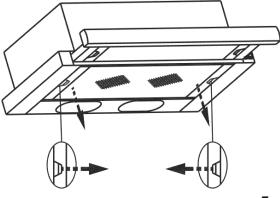

рис. 7
- снимите алюминиевый фильтр, для этого нажмите на пружинный замок на фильтре, потяните его вниз и на себя (рис. 7);
- 8.3 Для очистки алюминиевого фильтра извлеките его из вытяжки (рис. 7) и произведите его очистку с помощью щетки водным раствором нейтрального моющего средства вручную или в посудомоечной машине (при 60°C). Сильно загрязненный фильтр не следует мыть в посудомоечной машине. Страйтесь не сбить фильтр при мойке. Возможное изменение цвета фильтра с течением времени, не приводит к снижению эффективности его действия.